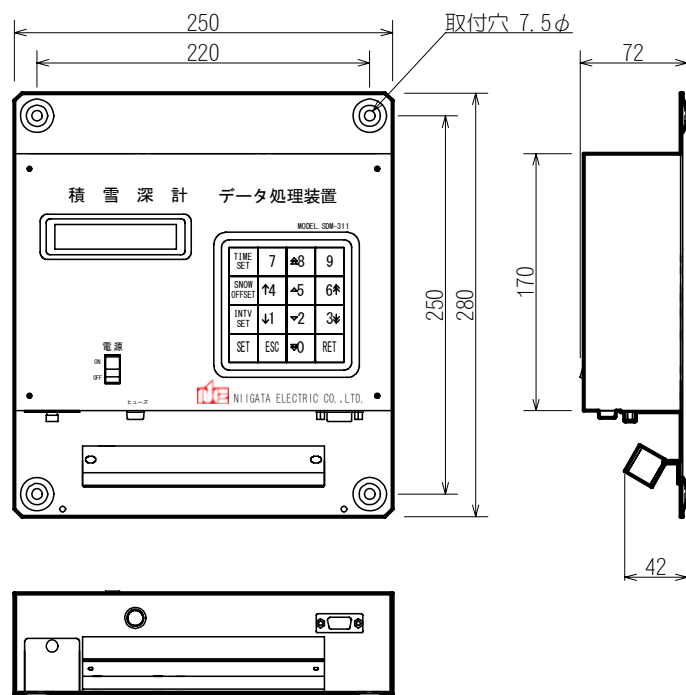

図 4
- ① 屋内仕様ですので、屋外に設置する場合は必ず屋外BOX（市販品）を用意して、その中に収納してください。
- ② 屋内に設置する場合は、壁面に設置するか、机の上に設置してください。机上的場合は、落下しないような処置をしてご使用ください。
- ③ 屋外BOX、壁面等に取り付ける場合は、図4の寸法を参考に取付けてください。